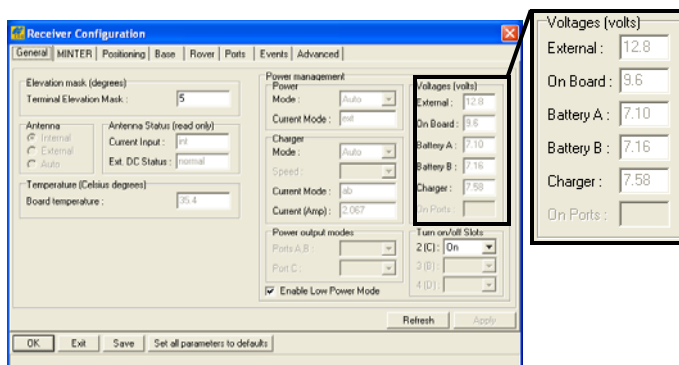

Figura 2-12. Ver Información sobre Tensión
6. Consulte información sobre *Voltages* (Figura 2-12 en la página 2-14).